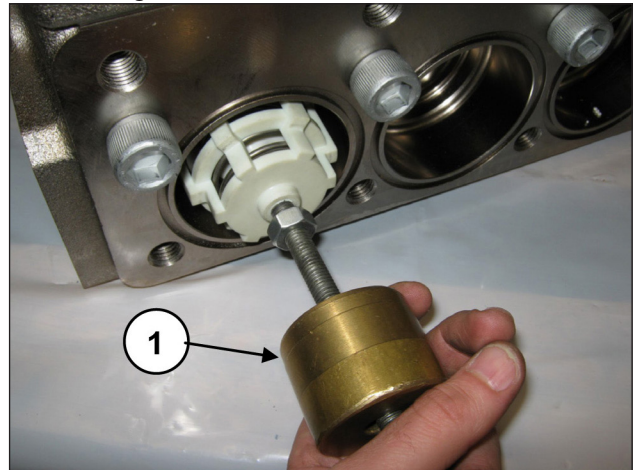

Abb. 138
Entfernen Sie die Saugventilgruppe mithilfe eines Abziehers mit Schlagwerk (Art. 27516400) an der Bohrung M10 der Ventilführung (Pos. ①, Abb. 138).